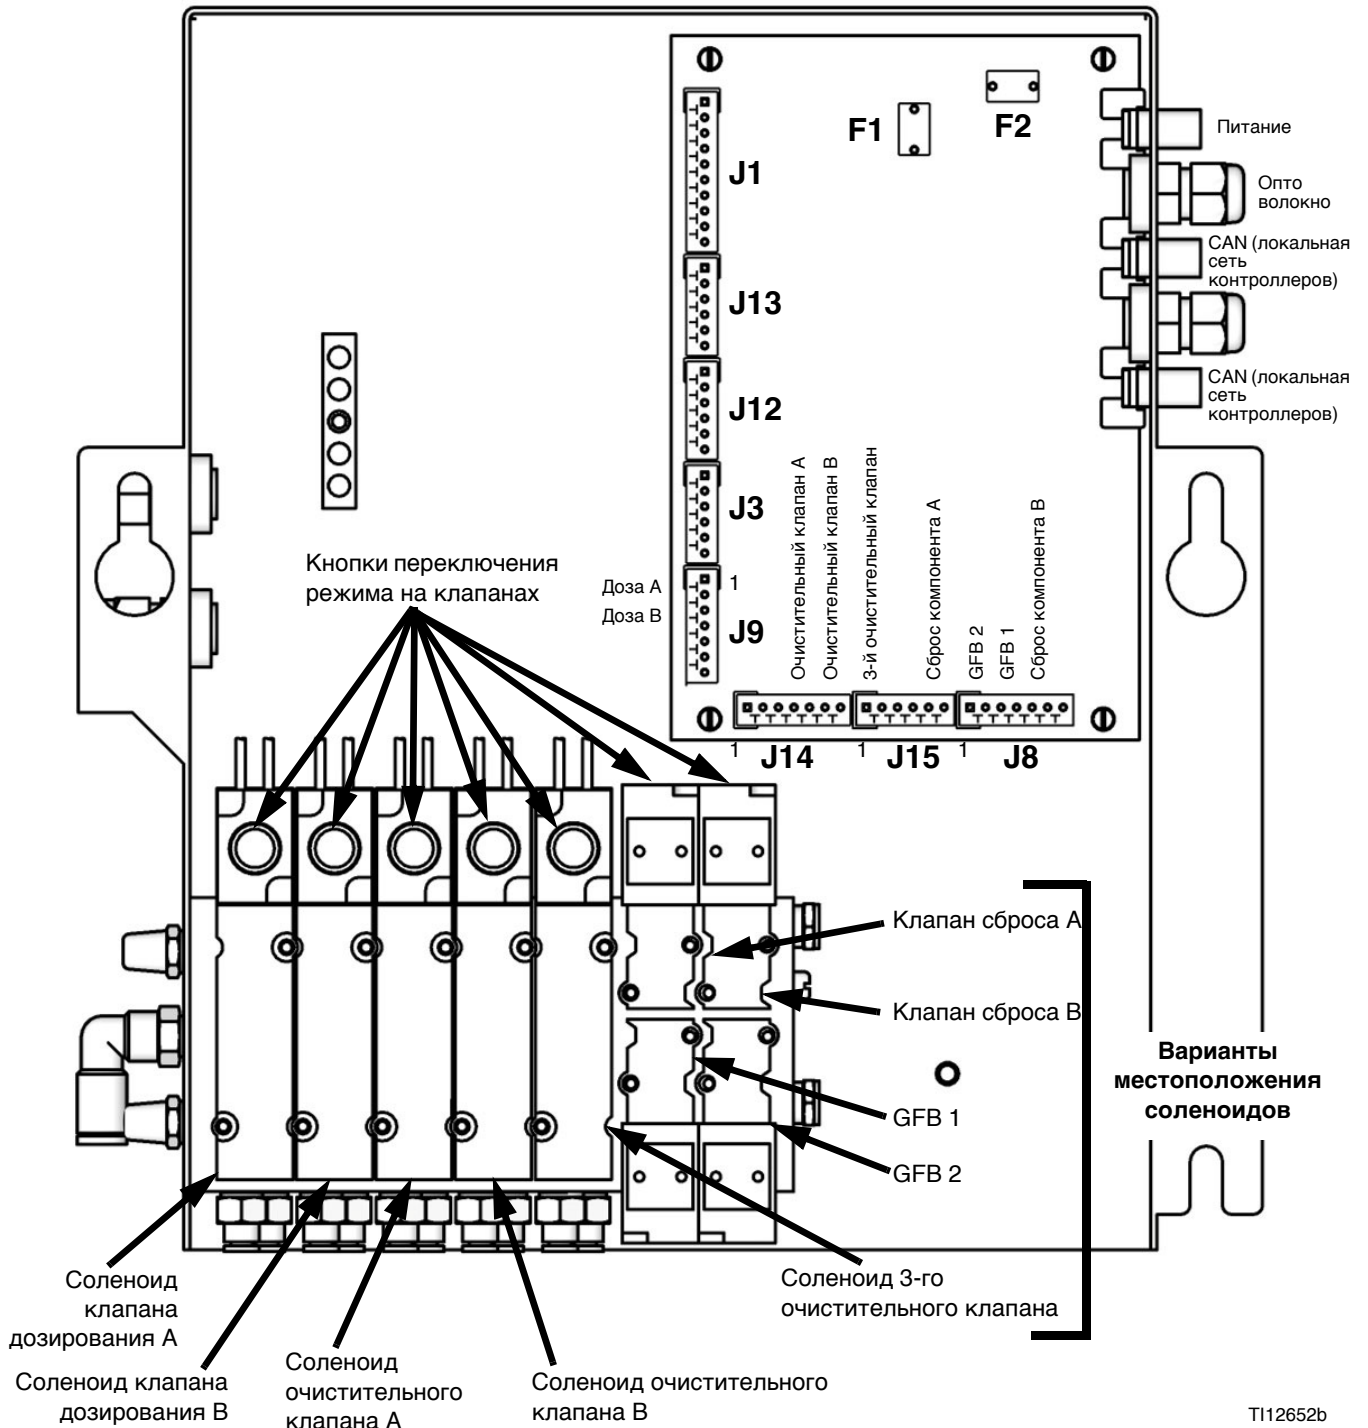

Рис. 4. Плата и соленоиды жидкостной станции
2. Чтобы сбросить давление, нажмите пусковой курок пистолета-распылителя, затем нажмите кнопку перехода к ручному режиму на соленоидах клапанов дозирования А и В. См. Рис. 4.
5. При включенном пистолете-распылителе нажмите кнопку перехода к ручному режиму на соленоидах клапанов очистки А и В для сброса давления воздуха и растворителя. См. Рис. 4. Удостоверьтесь в том, что давление растворителя упало до 0.
3. Нажмите и удерживайте клавишу переключения режима на соленоидном клапане сброса А, Рис. 4.
5. Нажмите и удерживайте кнопку переключения режима на соленоидном клапане сброса В, Рис. 4.
7. Нажмите и удерживайте клавишу переключения режима на соленоидном клапане сброса А, Рис. 4.
9. Нажмите и удерживайте кнопку переключения режима на соленоидном клапане сброса В, Рис. 4.
3. Отказ соленоида.	<p>Вручную приведите клапаны в действие. Для этого снимите крышку жидкостной станции, нажмите и отпустите кнопки переключения режима соленоидных клапанов. Рис. 4.</p> <p>Проведите диагностику платы управления для проверки сигналов. Если сигналы подаются неправильно, перейдите к пункту 4.</p> <p>Клапаны должны мгновенно открываться и быстро закрываться. Если клапаны включаются в работу медленно, это может быть вызвано указанными ниже причинами:</p> <ul style="list-style-type: none"> <li>• Слишком низкое давление воздуха на исполнительные механизмы клапанов. См. пункт 1.</li> <li>• Соленоид забит. Убедитесь в том, что на линии подачи воздуха установлен сеточный фильтр с размером ячеек 5 микрон.</li> <li>• Что-то препятствует работе соленоида или трубопровода. Проверьте выход воздуха из воздушной линии для соответствующего соленоида, когда клапан находится в работе. Устраните эту проблему.</li> <li>• Клапан дозирования открыт слишком сильно. Установочные значение см. в руководстве по эксплуатации системы ProMix 2KS.</li> <li>• Давление жидкости избыточно, давление воздуха недостаточно.</li> </ul>